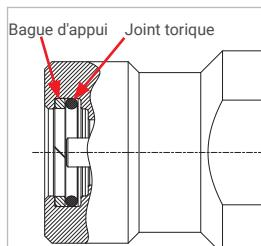

Figure 6
- ▶ Avant d'installer l'insert d'about, vérifiez (pos. 7) que les deux composants d'étanchéité (joint torique et bague d'appui, *Figure 6*) respectent l'ordre de montage, sont bien positionnés et intacts.